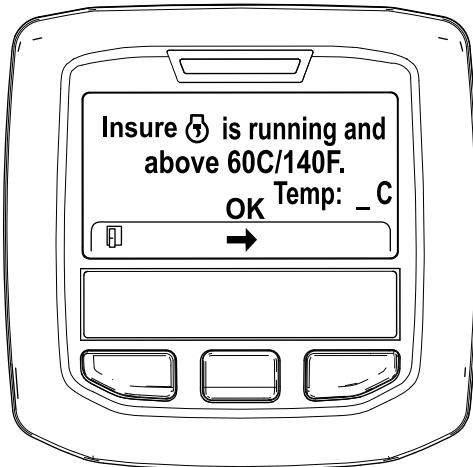

Bild 29
5. Wenn die Kühlmitteltemperatur unter 60°C liegt, wird die Meldung „Insure is running and above 60C/140F“ angezeigt (Bild 29).